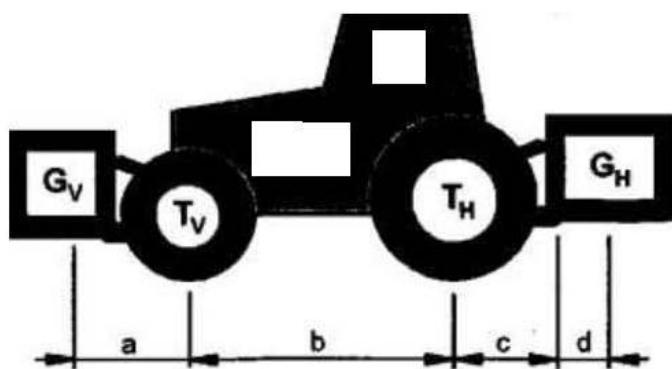

Рисунок 5.8
**Определение общего веса, нагрузок на оси и максимально допустимой нагрузки на шины, а также необходимого минимального балласта (смотреть рисунок 5.8).**